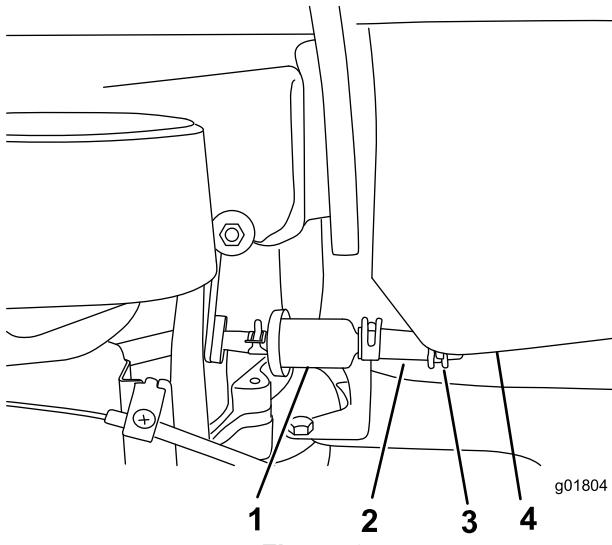

Figure 6
- Clip en plastique de réservoir de carburant (2)
- Insérez le collier sur la conduite de carburant venant du filtre à carburant (Figure 6).
4. Raccordez l'extrémité de la conduite de carburant au raccord du réservoir de carburant (Figure 6).
5. Fixez la conduite de carburant au réservoir de carburant avec un collier (Figure 6).